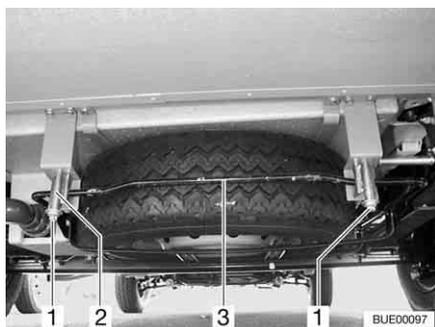

Fig. 280 Supporto per la ruota di scorta (cestino di alloggiamento)
- Allentare i dadi (Fig. 280,1) sul gancio destro e sinistro (Fig. 280,2) del supporto per la ruota di scorta.
- Premere leggermente la staffa (Fig. 280,3) verso l'alto. Contemporaneamente spingere il gancio verso il basso e sganciare la staffa.